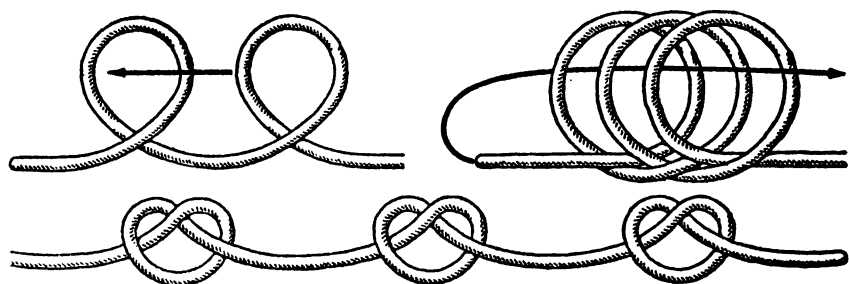

Рис. 8. «Пожарная лестница»
**«Пожарная лестница»** (рис. 8). В повседневной деятельности моряков, верхолазов-монтажников, строителей, пожарных, горноспасателей и скалолазов нередко возникает необходимость в использовании так называемого шкентеля с мусингами. Шкентелем на флоте называют вертикально висящий растительный трос, закрепленный за что-нибудь верхней частью, а мусингами — утолщения на нем, вплетенные в него в виде узлов, через равные промежутки. С помощью таких тросов матросы садятся в стоящие у борта корабля шлюпки. Но изготовлен-